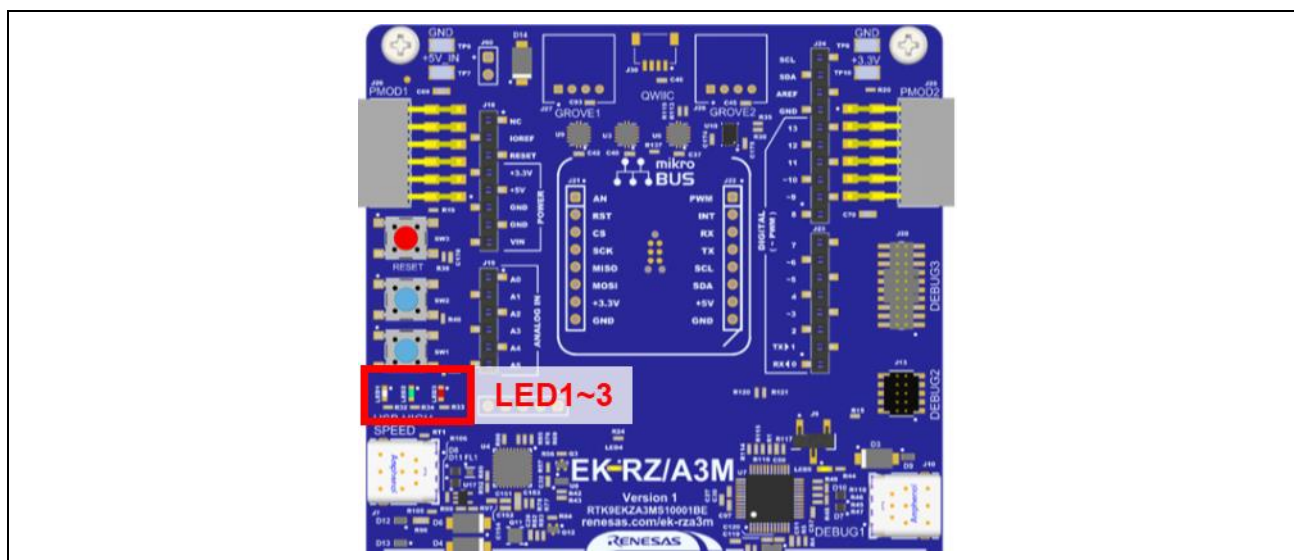

図 3-23 LED 点滅 (Blinky Project)
- アプリケーションが実行されます。3.1 節で作成した Blinky Project を書き込んだ場合、EK-RZ/A3M の LED1~3 が点滅します。(図 3-23)